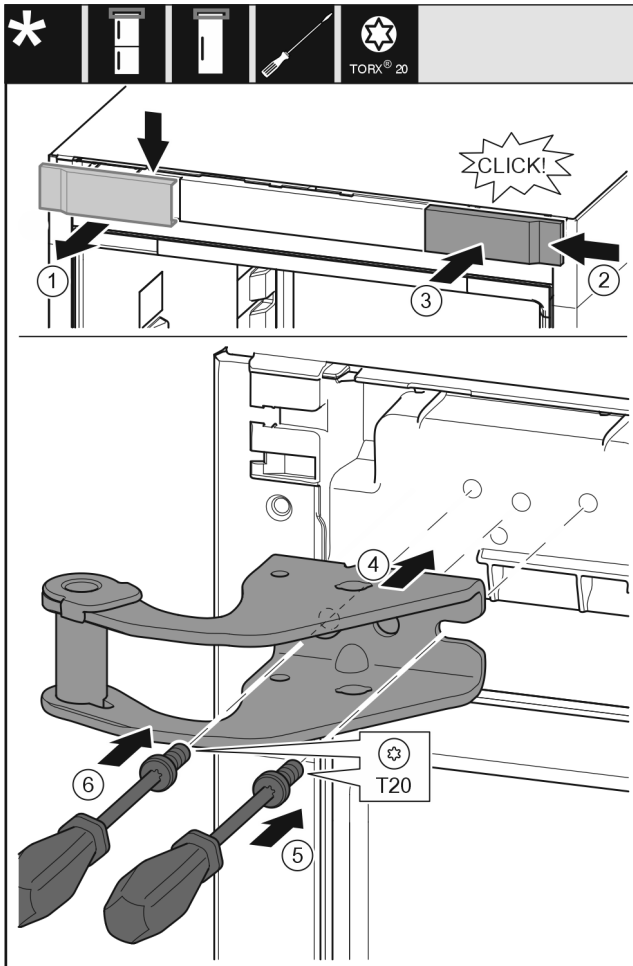

Fig. 15
- ▶ Odoberte kryt Fig. 15 (1) zhora dopredu.
- ▶ Zaveste kryt Fig. 15 (2) na druhú stranu sprava otočený o 180°.
- ▶ Zaklapnite kryt Fig. 15 (3).
- ▶ Nasadte hornú ložiskovú konzolu Fig. 15 (4).
- ▶ Nasadte skrutku Fig. 15 (5) a pevne ju zaskrutkujte skrutkovačom.
- ▶ Nasadte skrutku Fig. 15 (6) a pevne ju zaskrutkujte skrutkovačom.